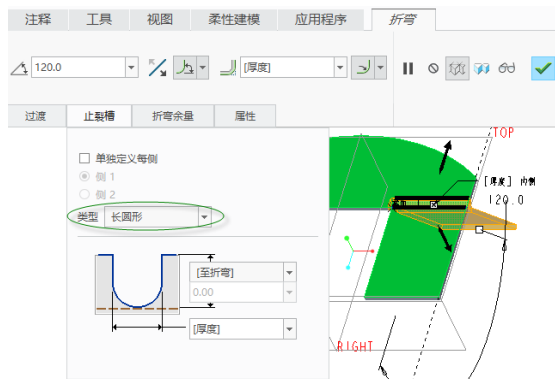

图 1-192 设置止裂槽
(11) 在“折弯”选项卡中单击 (将材料折弯到折弯线) 按钮，并单击 (角度折弯) 按钮以使用值来定义折弯角度，接着在 (折弯角度) 下拉列表框中选择“120”以设置折弯角度为 120°，默认选择 (通过测量自直线开始的偏移来标注折弯角度) 图标选项来确定测量折弯角度的方法。设置折弯半径为“厚度”，并确保选择 (标注折弯的内部曲面) 图标选项。
(12) 在“折弯”选项卡中打开“止裂槽”面板，从“类型”下拉列表框中选择“长圆形”选项，如图 1-192 所示。